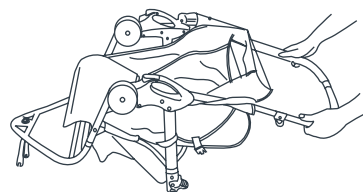

Fig. 1
1) • Appuyez la poussette vers l'arrière de manière à ce qu'elle repose sur l'essieu arrière et la poignée et que les fourches avant pointent vers le haut (Fig. 1).